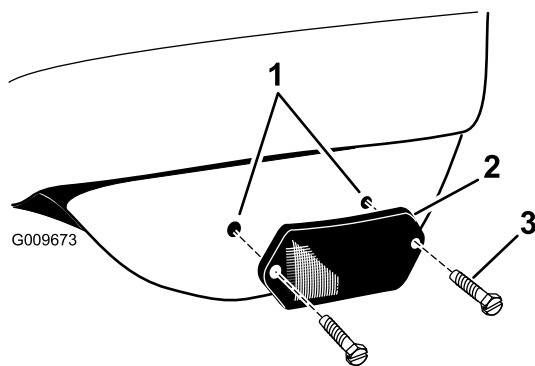

Figura 22
2. Instale uno en cada lado de la plataforma usando los taladros perforados anteriormente (Figura 22).